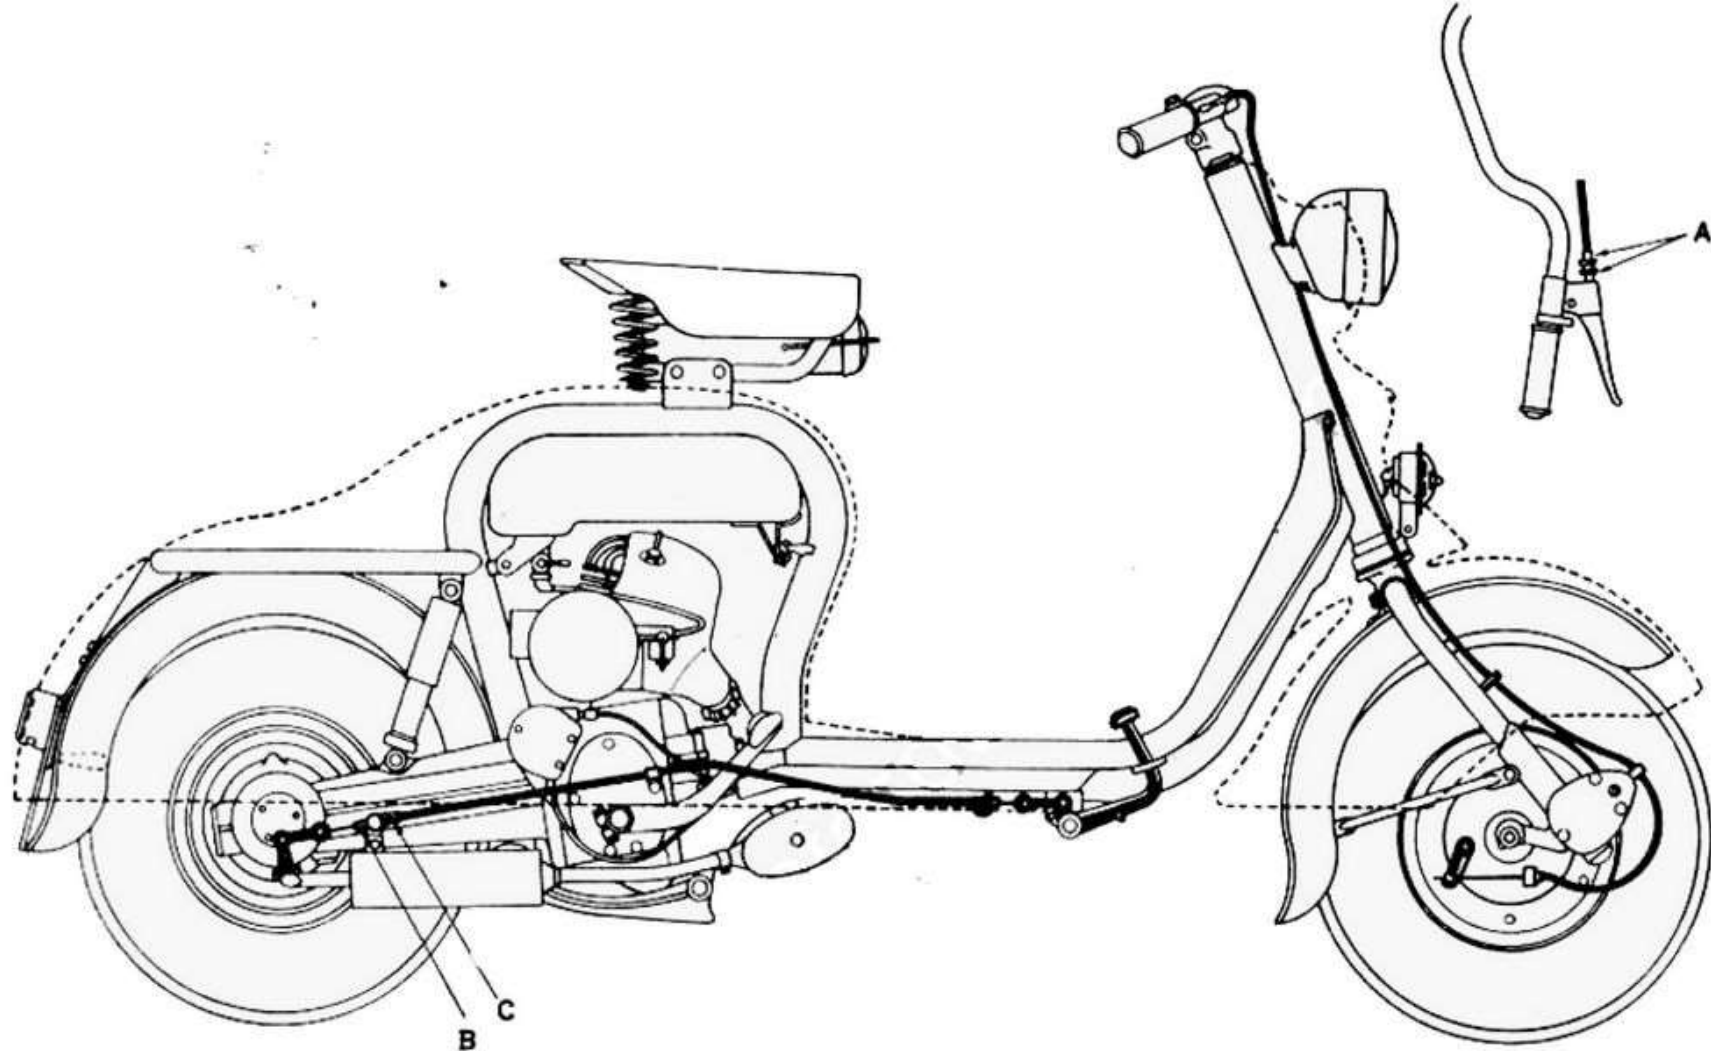

Fig. 11
Per la loro registrazione, allo scopo di graduare l'azione frenante, regolare opportunamente i relativi registri (fig. 11). Per il freno anteriore regolare i dadi A sul manubrio, per quello posteriore regolare il manicotto (B) ed il dado (C), all'estremità del cavo.